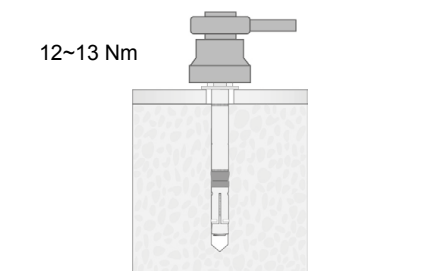

Fig. 3.18 - Coppia serraggio dado
- Fissare il dado M8 su ciascun bullone, inserendo prima una rondella piatta da 8 mm e poi una rondella elastica. Stringere i dadi con una coppia di serraggio di 12~13 Nm (Fig. 3.18).